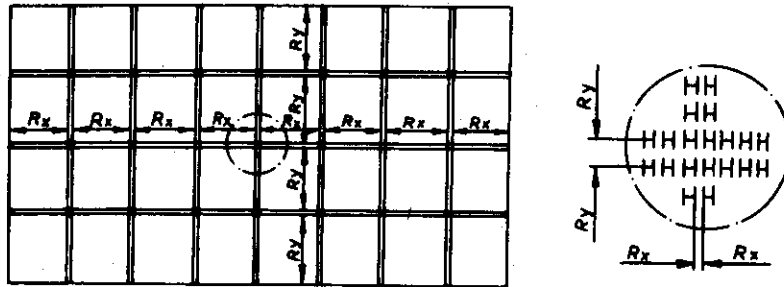

Abb. 7
- Der Bildschirm wird mit dem Testbild nach Abb. 7 (Abschnitt 5.3.4.1.) intensiv hell beschrieben (z. B. Eingangssignal INTENS an Stecker X9:5 an L legen).
Zur erfolgreichen Durchführung der Bildgeometriestellung ist es erforderlich, ein Testbild gemäß Abb. 7 zu erzeugen und dieses mit dem Stahllineal auszumessen.
- Ausmessung der horizontalen Teilungsabstände R_x mit einem Stahlmaß (Abb. 7). Als Ergebnis der Einstellungen müssen folgende Maße erreicht werden:
Zur Beurteilung der Bildschärfe wird das Testbild (Abb. 7) verwendet. Bei maximaler Bildhelligkeit wird mit dem Regler R32 auf der Leiterplatte 012-6921 (BP2) die Bildschärfe eingestellt. Die Schärfe ist ausreichend, wenn an allen Stellen des Bildschirmes zwei benachbarte H-Zeichen als nicht zusammenhängend erkannt werden. Es ist zu beachten, daß das hier verwendete Schärfekriterium das garantierte Schärfekriterium übertrifft. Da sich im Zeichenvorrat kein geeignetes Symbol befindet, wird die Schärfeeinstellung in angegebener Weise vorgenommen.